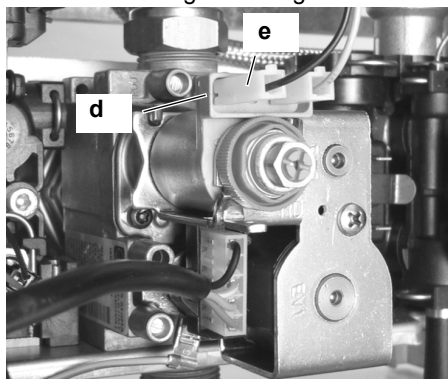

Figura 8.6 Corrente misurata
- 18** Nella tabella di seguito è visibile la correlazione Set programmato, tipo di gas al bruciatore e corrente misurata nei faston **e** dell'operatore modulante **d** in **Figura 8.6**